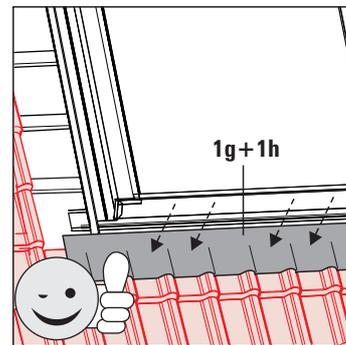

Fig. 3-60 Étape 18
18. Appuyer légèrement sur la bande de bitume, de façon à ce qu'elle adhère exactement sur la rangée inférieure des tuiles de toit (fig. 3-60).